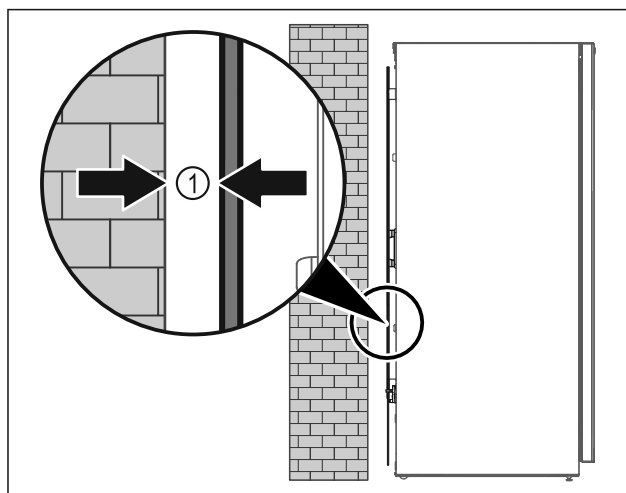

Fig. 7
- Instaloni pajisjen ose të lirë në dhomë, ose direkt mbi një mur me një distancë minimale prej 5 mm Fig. 7 (1) nga muri.